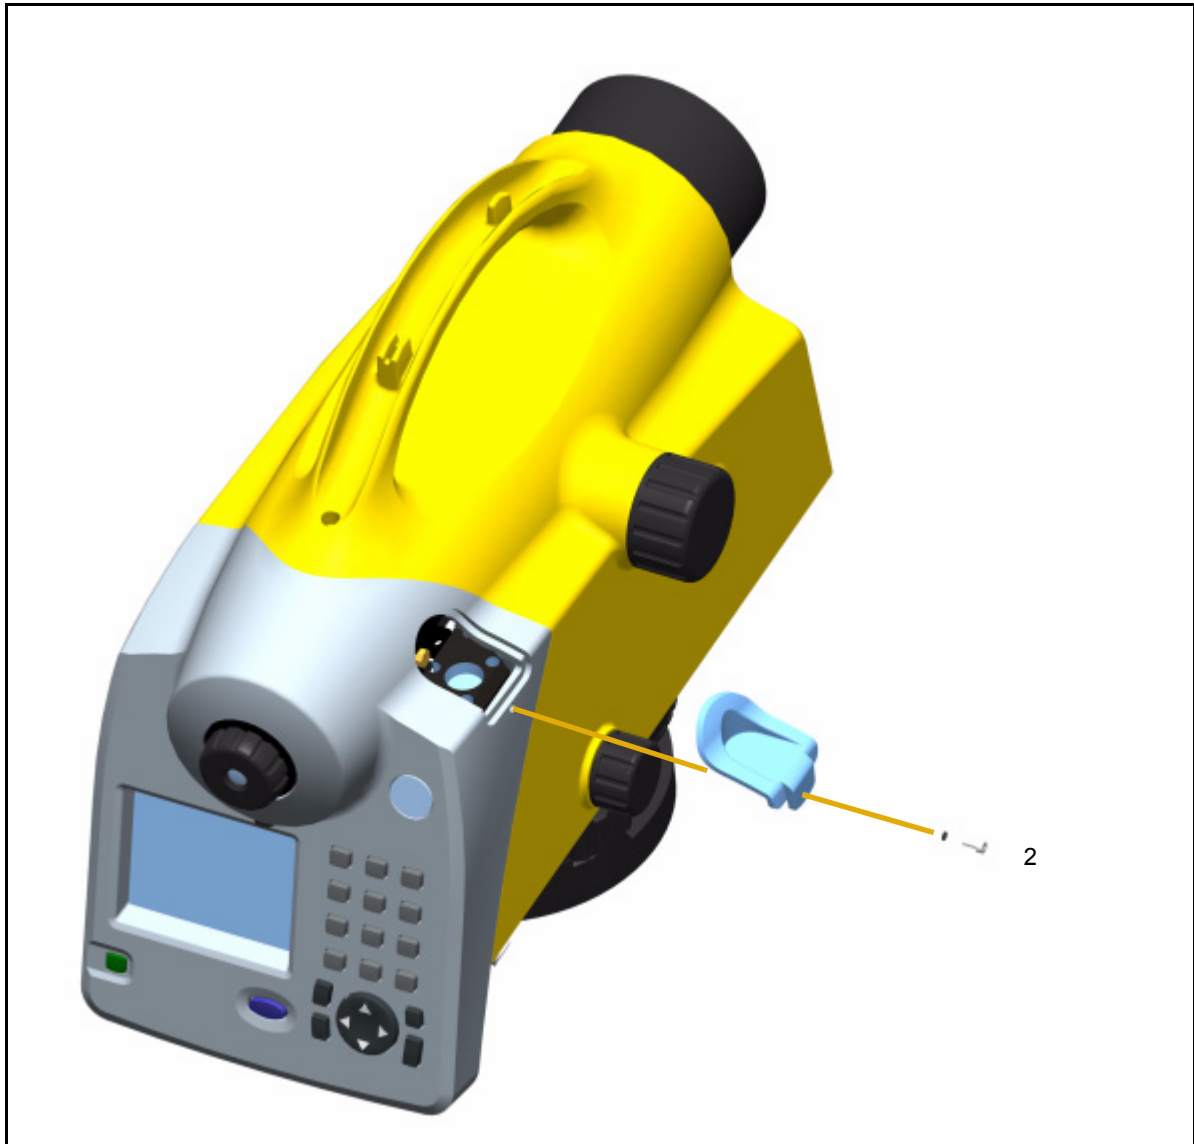

Abb. 8.6 Entfernen des Sichtfensters über der Dosenlibelle.
1. Schraube (2) an der Schutzkappe mit dem Inbusschlüssel lösen, um die Schutzkappe zu entfernen, sehen Sie Abb. 8.6.